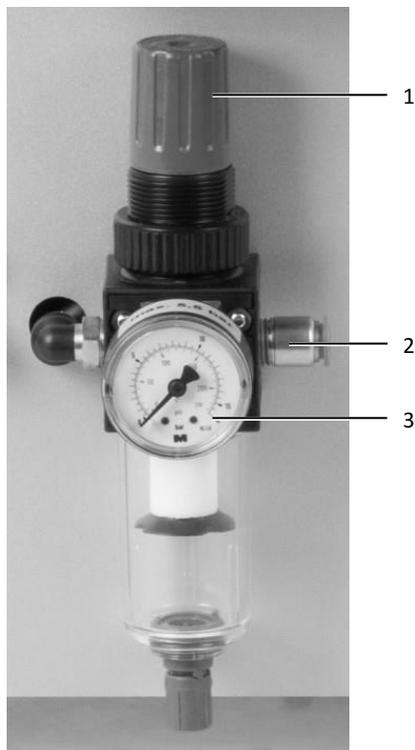

Imagen 4: Realizar las conexiones
- Conecte primero el tubo neumático a la unidad de mantenimiento del aire comprimido de la máquina (imagen 4, pos. 2).
- Compruebe la indicación del manómetro (imagen 4, pos. 3). La presión de servicio debe situarse entre 5 y 5,5 bar.
- En caso necesario ajuste la presión. Para ello tire del tornillo de ajuste (imagen 4, pos. 1) hacia arriba y gírelo con cuidado: